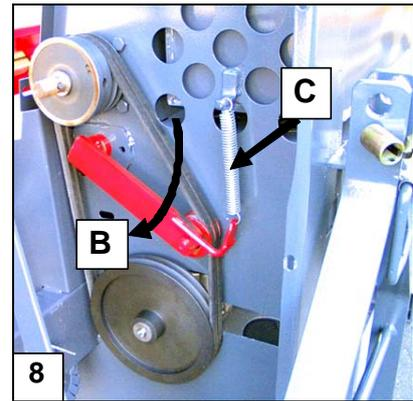

Abb. 8. Spannen der Keilriemen
- Durch Betätigung von Hebel A wird das Spannrad B nach unten geschwenkt und werden die Keilriemen entspannt (Abbildung 8). Der Lösehebel A wird blockiert und die Riemen bleiben entspannt..
### 3.4 Automatisches Spannen der Keilriemen, Abb. 8